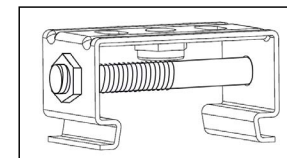

Рис. 2
- Закрепите скобы на поверхность установки и защелкните в скобы осветительный прибор. **Внимание!** Для надежной фиксации осветительного прибора необходимо использовать стягивающие болты, входят в комплект поставки. Болты необходимо установить в боковые отверстия на скобах и затянуть гайкой (рис. 2).